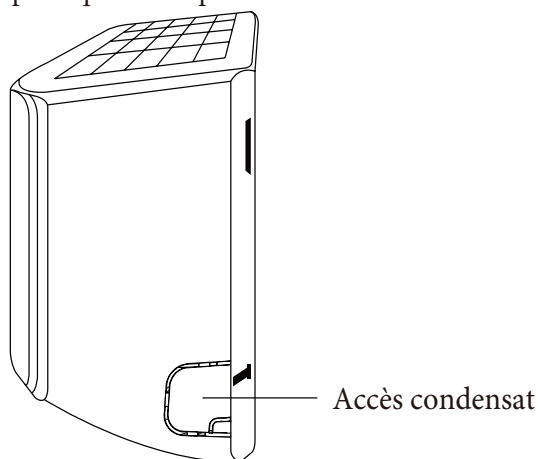

Fig. 3.3
- Si le trou du mur se trouve à côté de l'unité intérieure, enlever le panneau d'estampage en plastique de ce côté de l'unité. ( Voir Fig. 3.3 ). Cela va créer une fente à travers votre tuyauterie qui vous permettra de retirer l'unité. Utilisez une pince à bec si le panneau en plastique est trop difficile à enlever à la main.